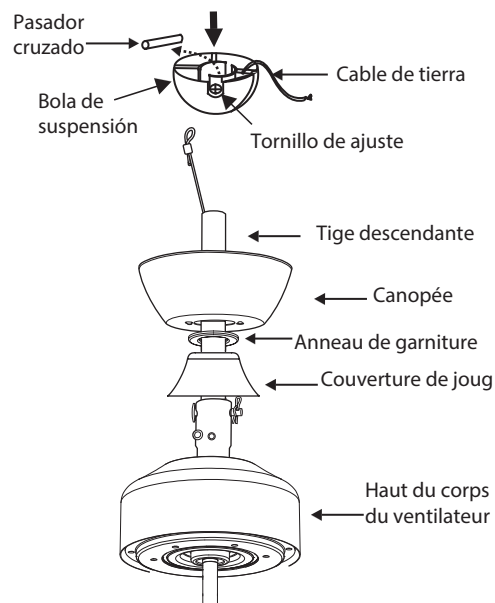

Fig. 3
- 6 Deslice la cubierta del yugo, el anillo de ajuste y la capota sobre la varilla. (Fig. 3)
- 8 Pase los cables a través de los orificios de la tapa de goma de la bola de goma y deslícelos hacia abajo sobre la parte superior de la bola. (Fig. 3)